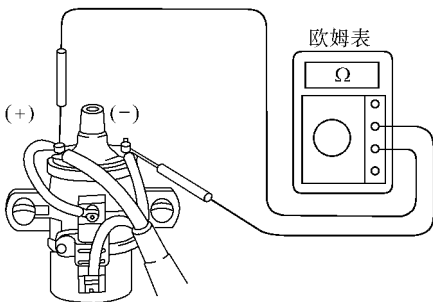

图 5-10 用欧姆表测量点火线圈的正极和负极之间的电阻
(1) 脱开高压电线。
(2) 检查初级线圈的电阻。使用欧姆表测量正极（+）和负极（-）端子之间的电阻，如图 5-10 所示。